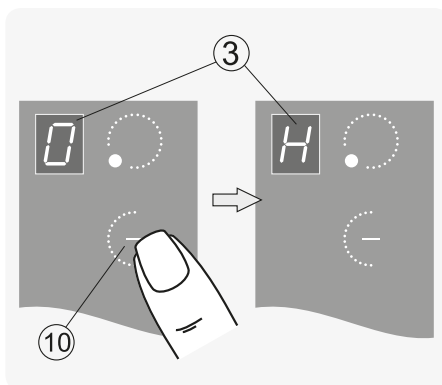

Рис.12
После выключения конфорки в окне индикации ^③ (рис. 12) высвечивается буква «Н» (от англ. hot – «горячий»).